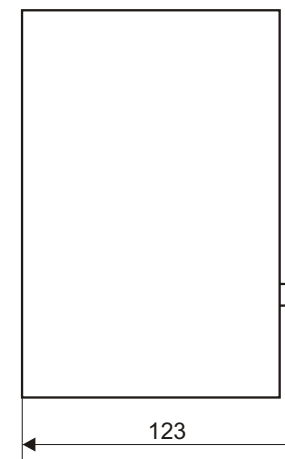

Рис. 1
5.1. Блок должен крепиться на вертикальной плоскости: отдельно стоящей стойке или стене с помощью четырех болтов М5 в соответствии с рис.1.